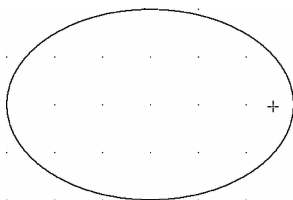
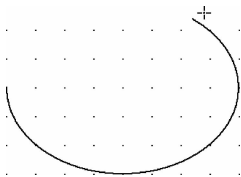

图 6-86 确定椭圆弧宽度、高度
图 6-87 拖动椭圆弧
1) 沿水平、垂直方向移动鼠标，可以改变椭圆弧的宽度、长度，如图 6-86 所示。当宽度、长度合适后单击鼠标确定椭圆弧的外形，同时确定椭圆弧的第一个端点，如图 6-87 所示。